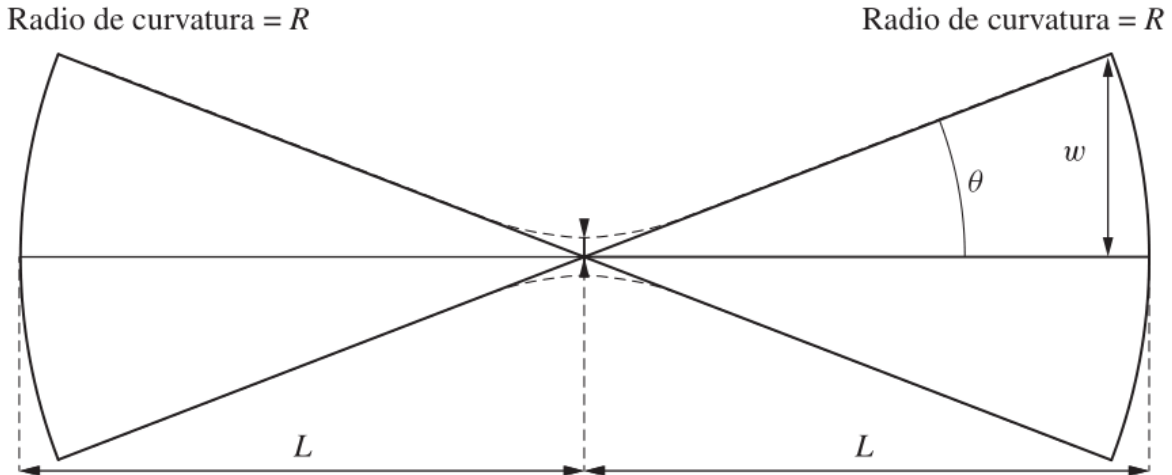

Figura 2. Parámetros en un haz gaussiano.
En la Figura 2, se muestra el comportamiento del haz, por medio de su frente de onda, al converger y diverger. A una distancia L del foco, el radio de curvatura del frente de onda está dado por
Una consecuencia muy interesante de este resultado es que el foco de un frente esférico convergente gaussiano no está en su centro de curvatura. La distancia entre el foco y el centro de la curvatura es el último término de la ecuación (1). El centro de la curvatura del frente de onda y el foco coinciden solamente cuando el ángulo de convergencia θ , expresado en radianes, es mucho mayor que $[\lambda/(\pi L)]^2$. El semidiámetro w (Figura 2) del frente de onda a una distancia L del foco está dado por: